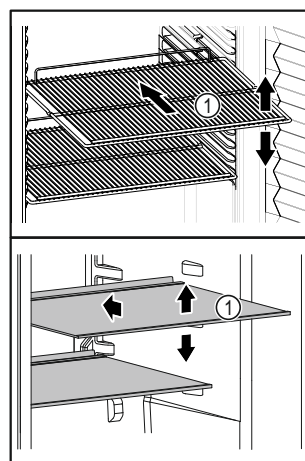

Fig. 63 Immagine a titolo di esempio
- ❑ Se i ripiani Fig. 63 (1) sono spostati, adattare i ripiani in base all'altezza.